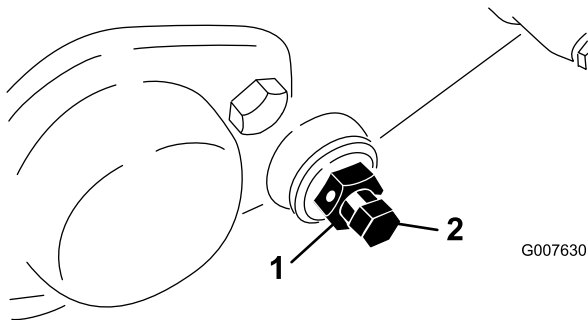

Figura 49
3. En cada lado de la máquina, afloje la contratuerca que fija el perno de la barra de asiento (Figura 49).
4. Retire cada perno, para poder tirar de la barra hacia abajo y retirarla de la máquina. Guarde las 2 arandelas de nylon y las 2 arandelas de acero troqueladas de cada extremo de la barra de asiento (Figura 49).